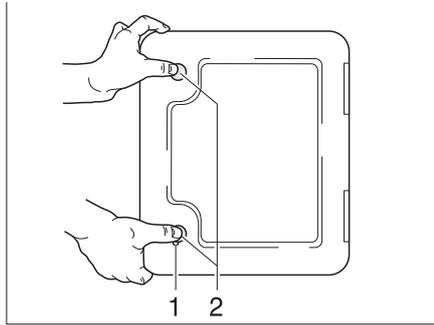

Bild 142 Klappe für Thetford-Kassette
Die Klappe für die Thetford-Kassette (Bild 142) befindet sich außen am Fahrzeug.
- Schlüssel in Schließzylinder des Druckschlusses (Bild 142,1) stecken und eine viertel Umdrehung im Uhrzeigersinn drehen.
- Beide Druckschlösser (Bild 142,2) gleichzeitig mit dem Daumen drücken und die Klappe für die Thetford-Kassette öffnen.